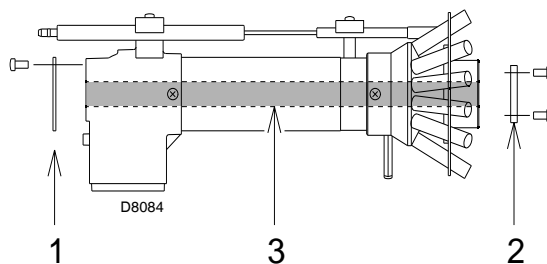

图 19
- 拆下内管3)(图19), 安装随系统提供的分配盘1)-2)。